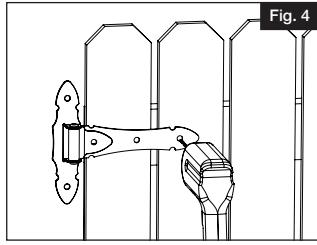

Fig. 4
- Taladre agujeros guía de 7/32" en el portón (Fig. 4).